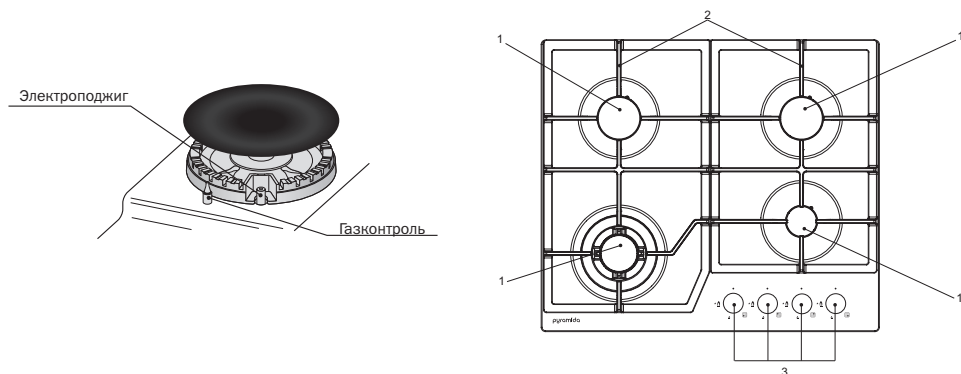

Рис. 11
- Модели с электроподжигом (Рис. 11) оснащены специальными газовыми кранами с функцией электрического поджига. В этом случае символ электроподжига «⚡» изображен около каждой ручки управления.
- Включение газовой горелки с газконтролем (Рис. 11). Нажмите и поверните ручку, соответствующую выбранной газовой горелке, против часовой стрелки к позиции «🔥» (сильное пламя). Когда газовая горелка воспламенилась, удерживайте ручку нажатой примерно 5-10 секунд, чтобы пламя нагрело термомопазу газконтроля.